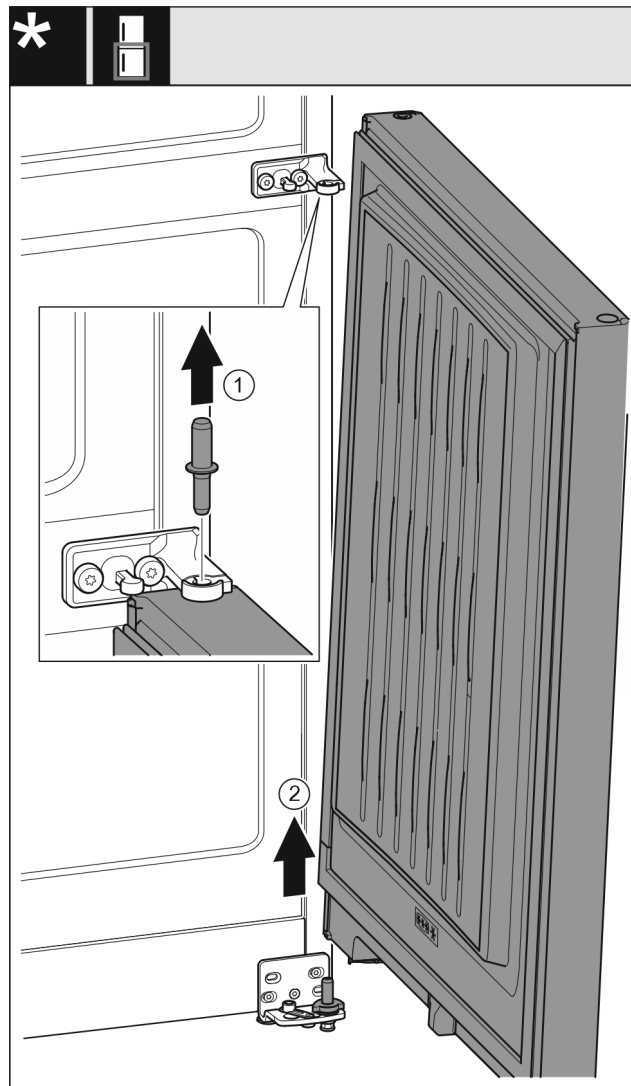

Fig. 11 Без демпфера
- ▶ Витягніть штифт Fig. 11 (1) угору.
- ▶ Відкрийте дверцята Fig. 11 (2), потягніть їх угору та відкладіть убік.